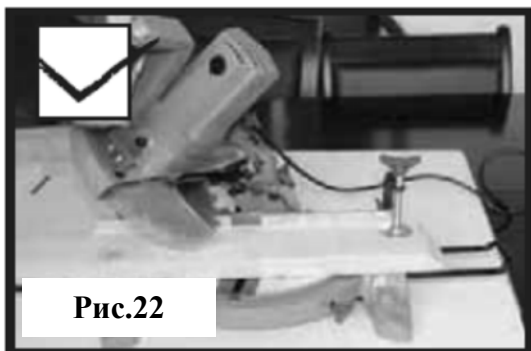

Рис.22
**Как правильно использовать зажим при косом распиле (рис.22,23)?**